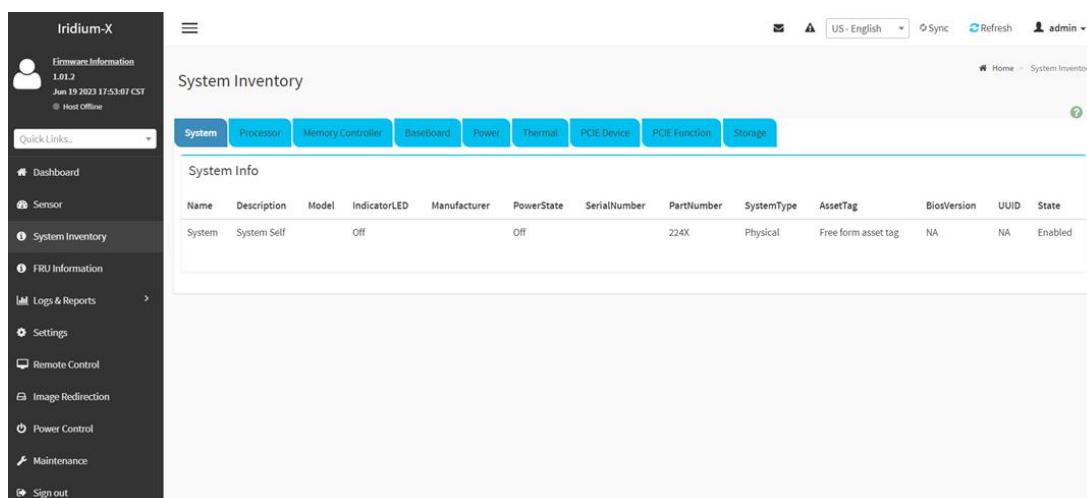

Рисунок 40 - Раздел «*System Inventory*»
2) Раздел «*System Inventory*» позволяет получить информацию об отдельных компонентах сервера, их взаимосвязях и состоянии (см. Рисунок 40).